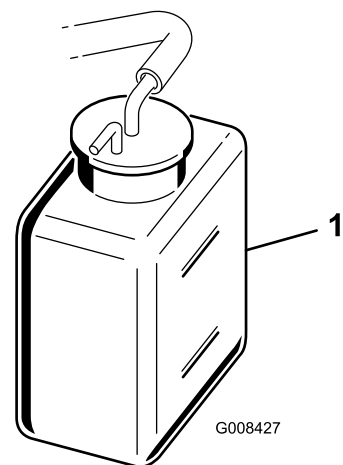

Figura 46
2. Controllate il livello del refrigerante (Figura 46).